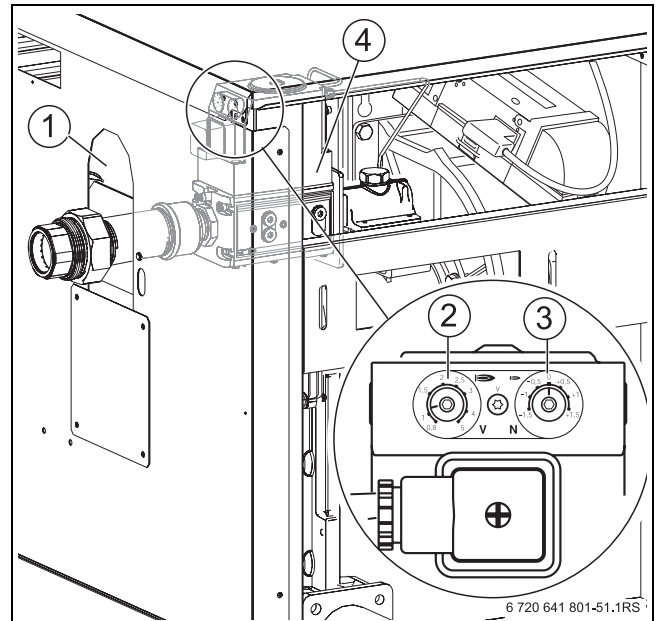

Bild 29 Umstellung auf eine andere Gasart (Kesselgröße 200 bis 280 kW)
- Wert der Einstellschraube V (→ Bild 29, [2]) um 0,5 erhöhen, z. B. bei einer Einstellung von 1,1 auf 1,6 einstellen.
- Wert der Einstellschraube V (→ Bild 29, [2]) um 0,5 reduzieren, z. B. bei einer Einstellung von 1,6 auf 1,1.